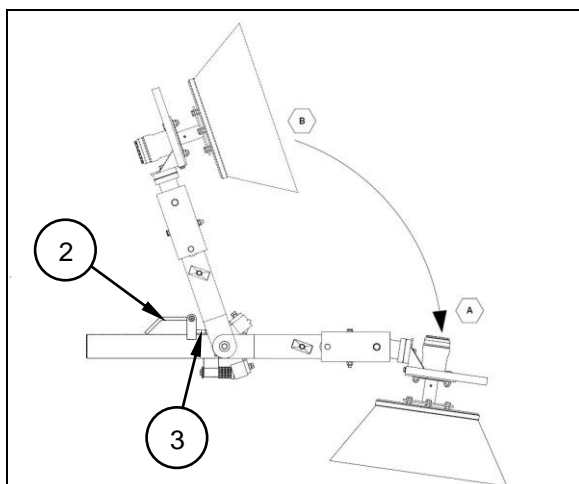

Fig. 4.15
- Tirer le levier (2) hors de l'arrêtoir (3), puis pivoter la brosse latérale de B vers A (fig. 4.15).